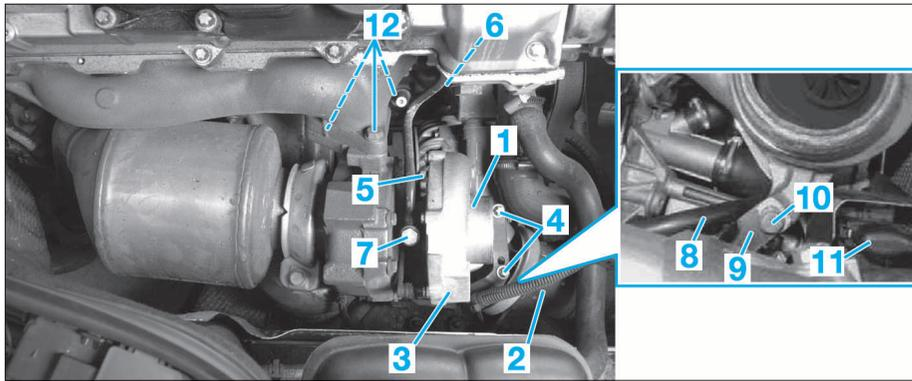

FIG. 52
- la durit du conduit d'alimentation (1) (Fig.52).
- Démontez le tuyau d'air de suralimentation (2).
- le turbocompresseur (3) sur l'alternateur; à cet effet, dévisser les vis (4).
- la conduite d'arrivée d'huile (5) sur le bloc-cylindres (6) et sur la turbocompresseur (7).
- l'appui (9) à la base du turbocompresseur (3).
- le turbocompresseur (3) sur le collecteur d'échappement; à cet effet, dévisser les vis (12).
- Retirer la fiche (11) du turbocompresseur.
- Déposer le turbocompresseur (3) par le haut.